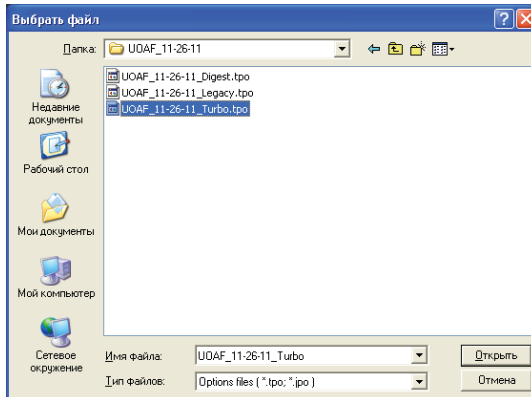

Рис. 5-17. Загрузка OAF
3. Выберите каталог, где находится новый файл авторизации опций OAF. Эти файлы имеют расширения `.pro` или `.trp` и уникальны для каждого приемника (Рис. 5-17).
4. Выберите соответствующий файл и нажмите кнопку *Загрузка файла в приемник* (Рис. 5-17). Новые опции загрузятся в приемник и таблица в окне *Опции приемника* обновится.
3. Выберите каталог, где находится новый файл авторизации опций OAF. Эти файлы имеют расширения .jro или .tpro и уникальны для каждого приемника (Рис. 5-17).
4. Выберите соответствующий файл и нажмите **Открыть** (Рис. 5-17). Новые опции загрузятся в приемник и таблица **Менеджер опций** обновится.